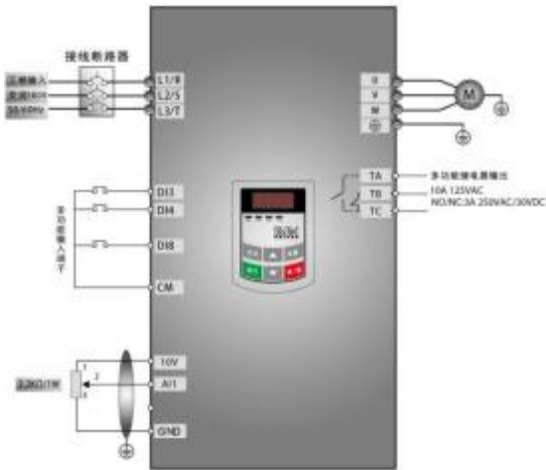

图 5-9 接线图 3
- (1) 按图 5-9 配线， 检查接线正确后， 合上空气开关， 变频器上电。注意：外部模拟信号设定电位器可选择 2K~5K 电位器。对于精度要求高的场合请选用精密多圈电位器， 接线使用屏蔽线， 屏蔽层近端可靠接地。